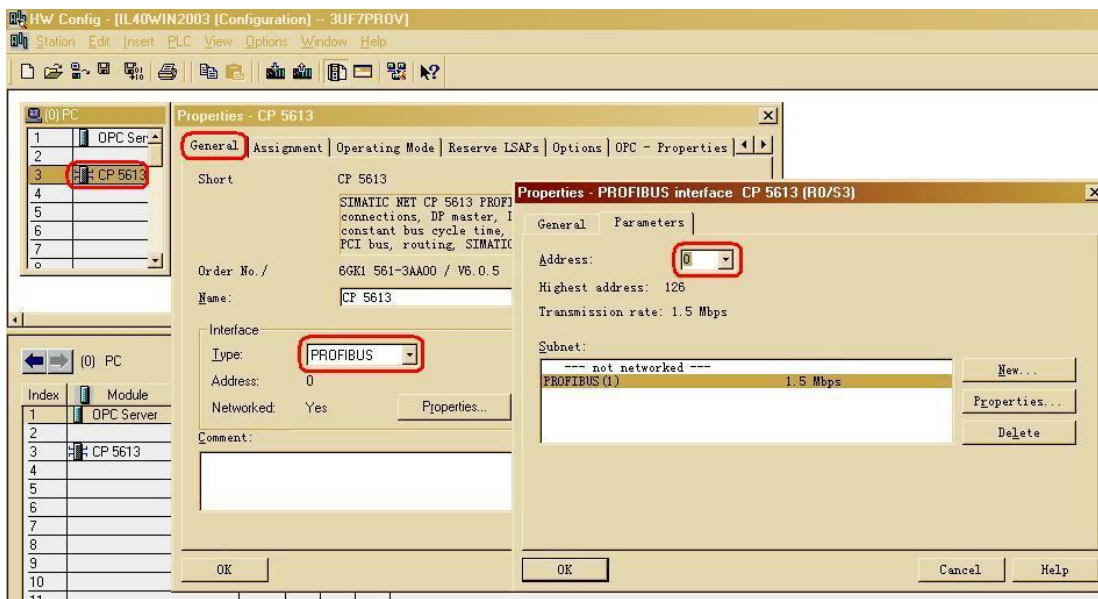

图 3
(A) 在 STEP7 项目中插入 PC Station，添加 OPC Server 和 CP5613，在 General 中设置接口类型和站地址，如图 3 所示。